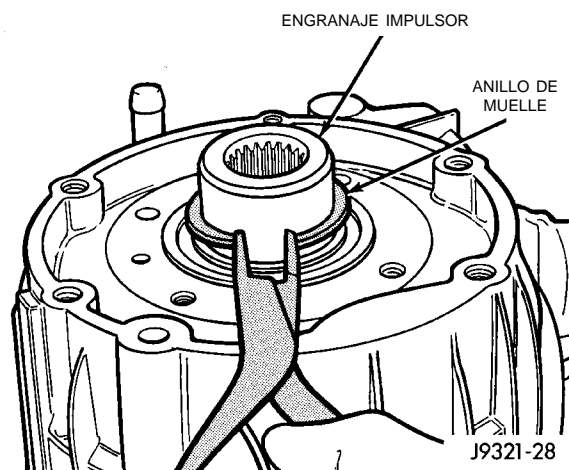

Fig. 57 Instalación del anillo de muelle
(2) Instale el anillo de muelle para sostener el engranaje impulsor/de primera en el cojinete delantero (Fig. 57).